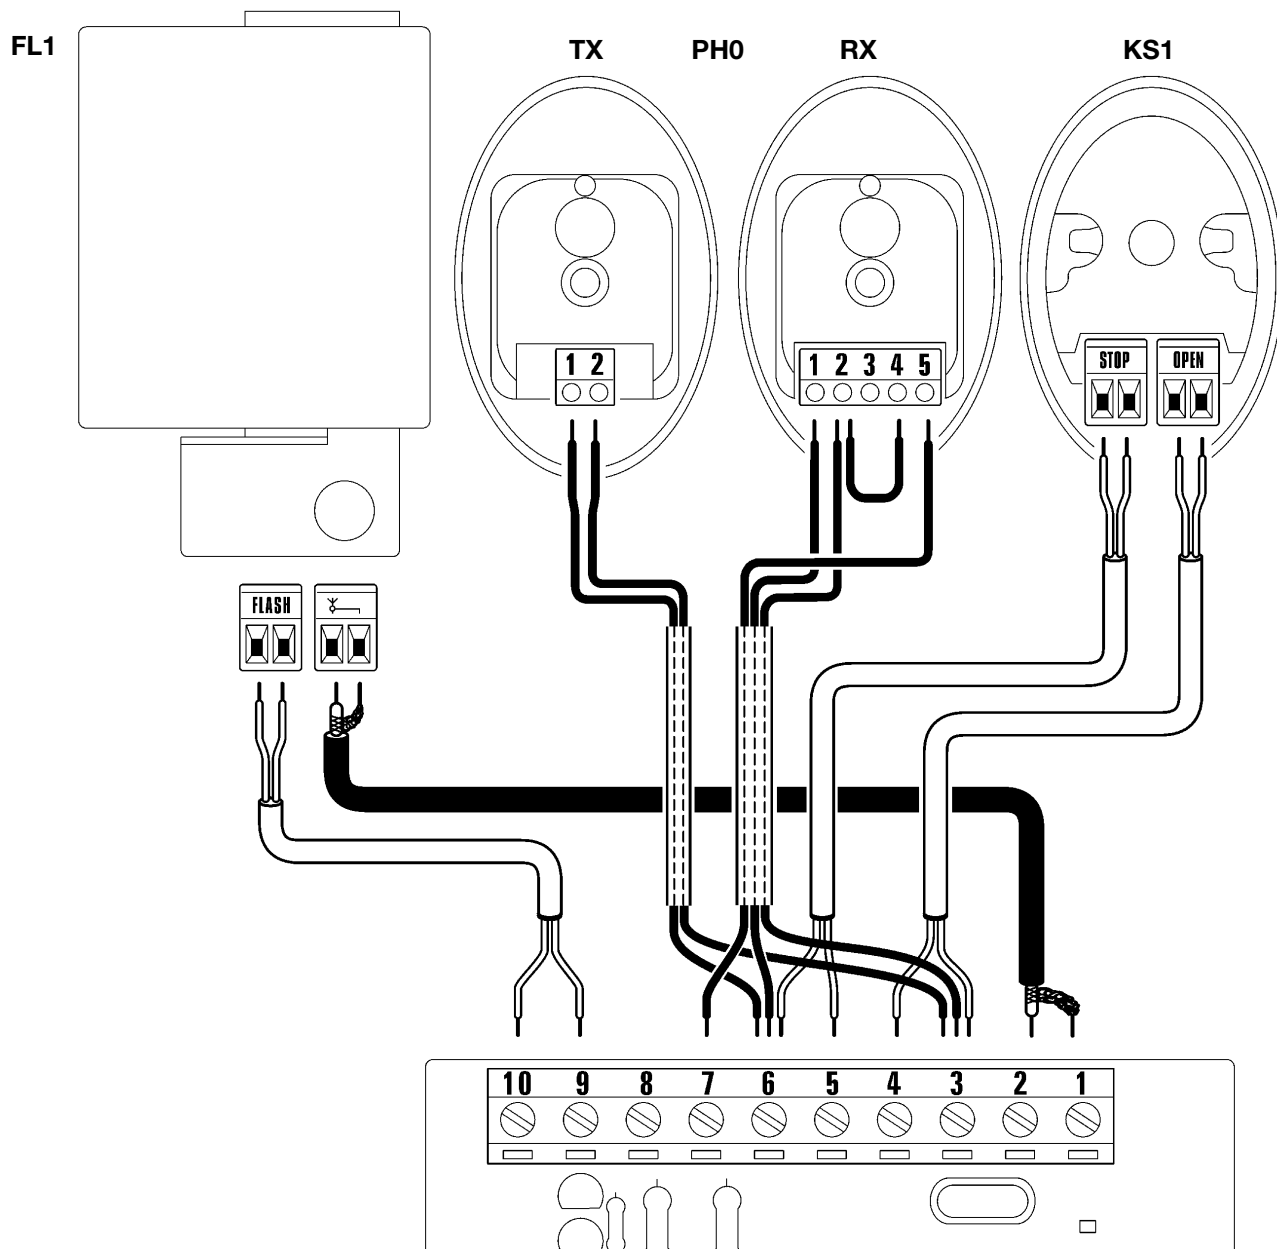

Figura 56
4 Utilizzare come riferimento la Figura 56 e la descrizione dei collegamenti presente in Tabella 6.
- nel caso si utilizzino le fotocellule PH0 rimuovere lo spezzone di filo tra i morsetti 3 e 7 ed eseguire i collegamenti come in figura 56.
1 Realizzare il fascicolo tecnico dell'automazione che dovrà comprendere almeno: disegno complessivo (ad esempio figura 1), schema dei collegamenti elettrici (ad esempio figura 56), analisi dei rischi e relative soluzioni adottate, dichiarazione di conformità del fabbricante di tutti i dispositivi utilizzati. Per GD0 utilizzare l'allegato 1 “Dichiarazione CE di conformità dei componenti di GD0”.